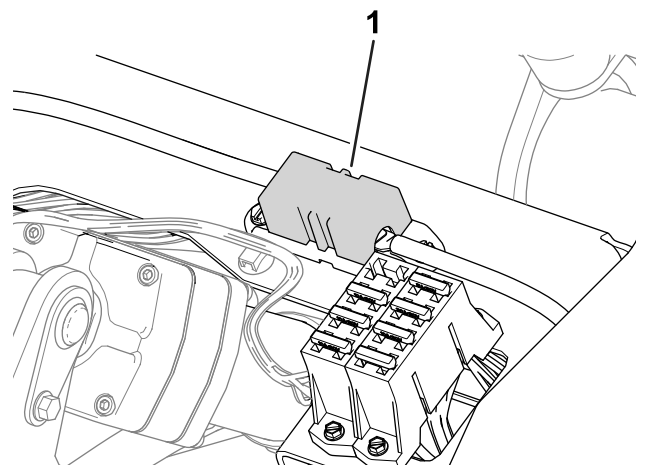

Figura 47
- Los fusibles del motor de la rueda derecha (60 A) están situados debajo del asiento (Figura 47).